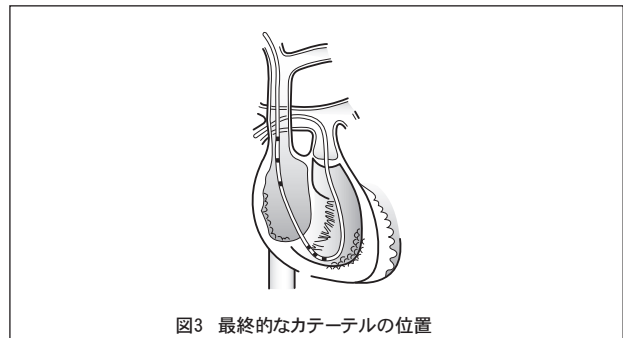

図3 最終的なカテーテルの位置
(5) バルーンを再び膨張させ、心室電極が右心室壁（通常、右心室流入口）に接触するまでカテーテルを進めます。バルーンを収縮させてください。図3にカテーテルの最終的な位置を示してあります。